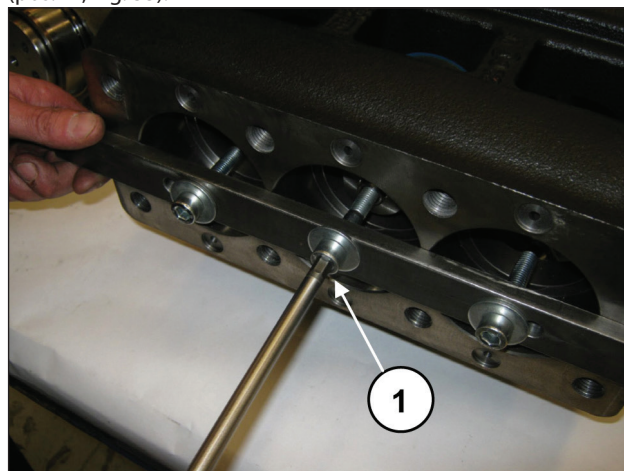
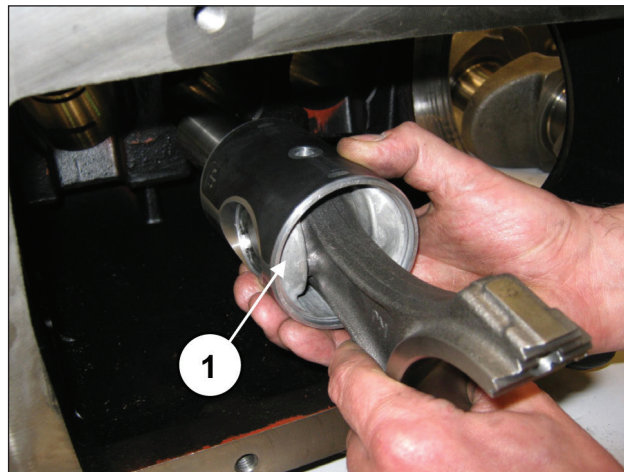

Fig. 32
Fig. 33
Nell'eventualità fosse necessario sostituire una o più bielle o guide pistone occorre operare come segue: Procedere a svitare le viti dell'attrezzo cod. 27566200 per sbloccare le bielle (pos. ①, Fig. 32) e successivamente estrarre i gruppi biella-guida pistone dall'apertura posteriore del carter (pos. ①, Fig. 33).
Rimuovere l'attrezzo per il bloccaggio delle bielle cod. 27566200 (pos. ①, Fig. 32).